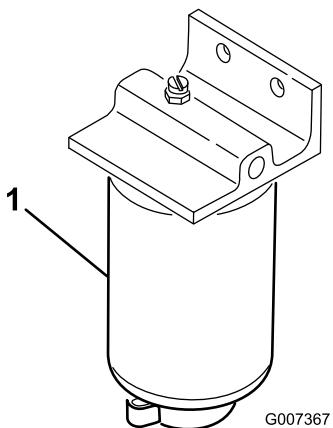

Figura 51
1. Coloque un recipiente limpio debajo del cartucho del filtro de combustible (Figura 51).